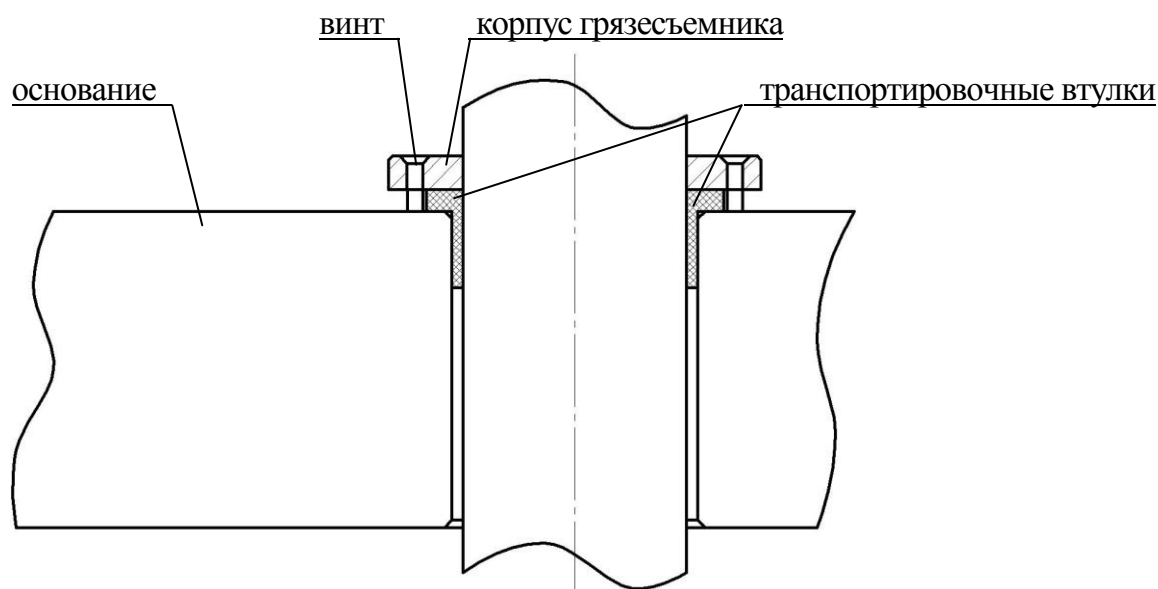

Рисунок 4 – Грязесъемник с установленной транспортировочной втулкой
2.3.4 Отвернуть винты крепления корпусов грязесъемников, после чего, последовательно приподняв каждый корпус, удалить из-под них транспортировочные втулки (см. рис. 4). Опустить корпуса грязесъемников на место и притянуть их винтами к основанию.
– завести образец в верхний клиновой захват и, нажатием кнопки **ЗАХВАТ ВЕРХНИЙ** на выносном пульте, зажать образец по всей длине зажимных губок (см. рисунок 4) так, чтобы зазор между толкателем и торцом зажатого образца составлял 3...5 мм, при этом включается подсветка кнопки;